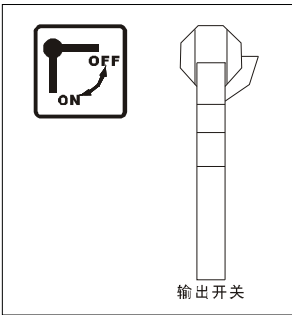

图 9-4
- 2)待UPS模块全部进旁路模式后，将UPS输出开关旋转到ON位置（图9-4）。